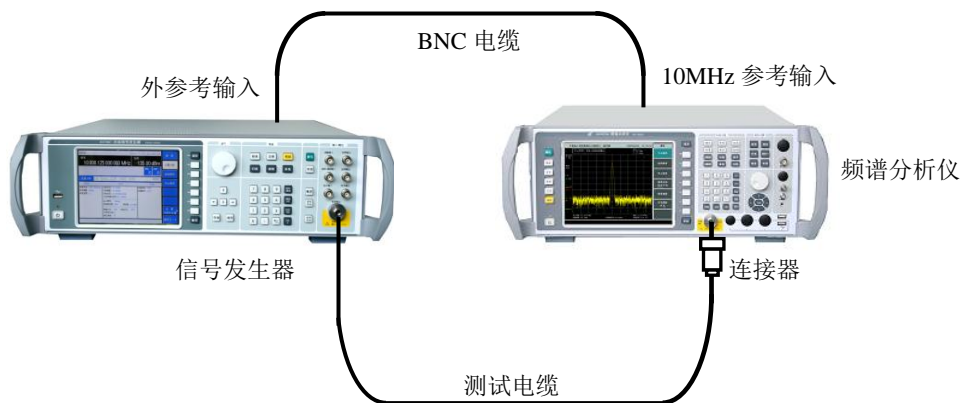

图 3-7 幅度修正测量系统连接
- a) 如图 3-7，将一台频率范围覆盖 1GHz 至 3GHz 的信号发生器与频谱分析仪通过电缆和连接器相连。